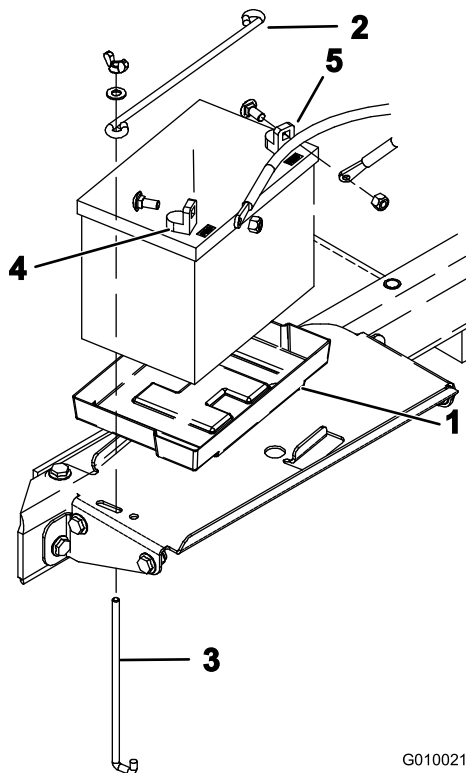

Bild 49
- A. Entfernen Sie die Batteriehalterung und die Klemmstangen, mit denen die Batterie im Batteriefach befestigt ist (Bild 49).
6. Setzen Sie die Batterie in das Batteriefach ein, wie in Bild 49 dargestellt.